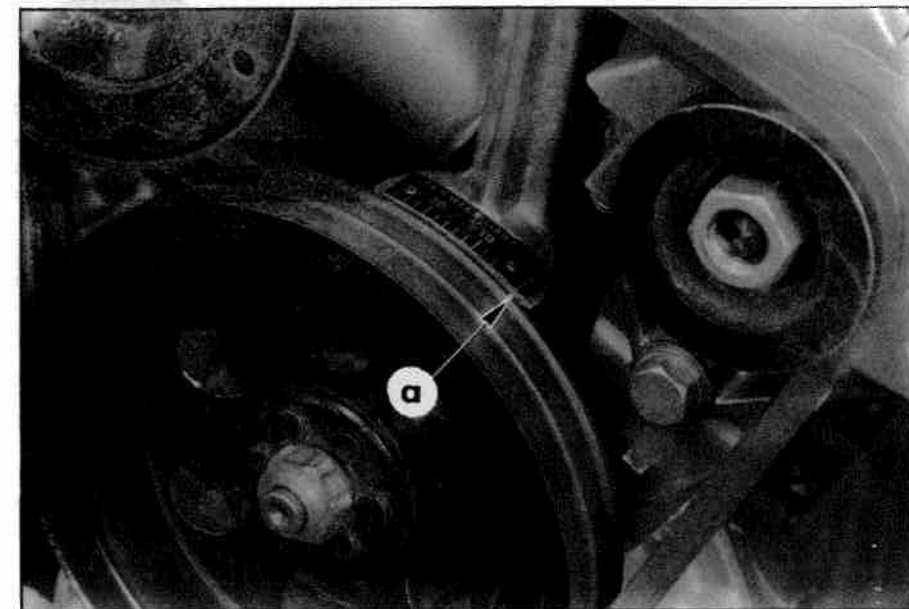

Fig. 4
Ce point d'avance initiale ayant été repéré sur la poulie de commande, la position du repère « a » indique l'avance allumeur : l'écart « b » doit donc être de 4° (figure 4).
- Le repère doit se trouver en face de la division correspondant à la valeur donnée dans la colonne C du tableau de la page 4 (chaque division du secteur correspond à 2° allumeur : voir fig. 4, page 3).